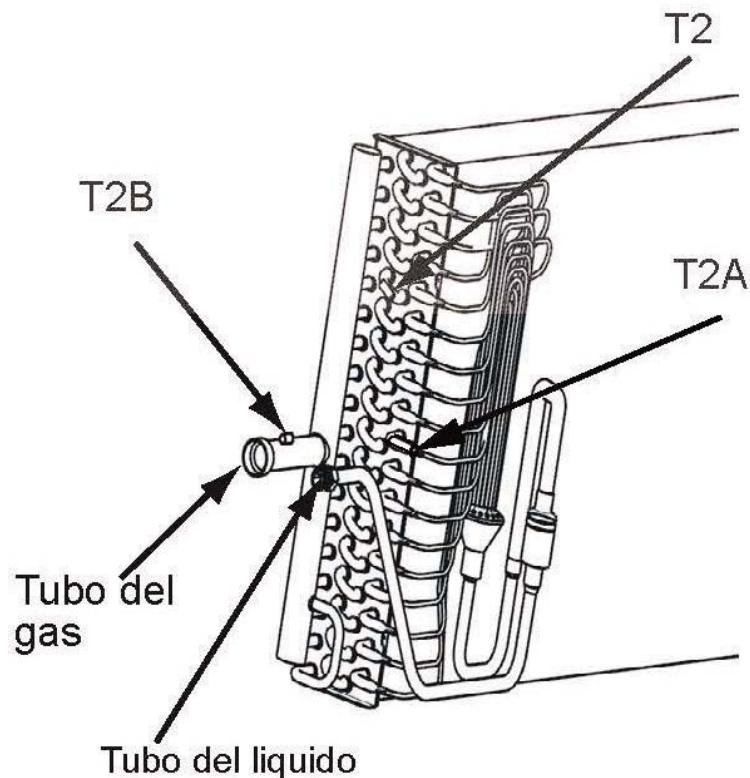

fig. 14
Posizione di montaggio dei sensori di temperatura del tubo T2A, T2 e T2B (Fig 14).
- 2) Come riportato nella tabella 2, con la presenza di più selettori ENC1 nel sistema, cambiano anche i settaggi di indirizzamento (Fig.14). Ogni singola scheda PCB del sistema richiede un indirizzo, denominato indirizzo effettivo; Quando il codice di potenza frigorifera ENC1 è settato nelle posizioni da E a 4, la relativa unità interna produrrà uno o più indirizzi virtuali corrispondenti ad valore basato sull'indirizzo effettivo settato; che un indirizzo sia effettivo o virtuale, questo indirizzo non può essere applicato su più macchine dello stesso sistema.
- 2) Display as the table 2, when there are different ENC1, the address setting will be different (Fig.14). Each independent control box needs to be set an address, this address is an actual address; when the capacity code ENC1 is selected to be E-F, this indoor unit independent control box will produce virtual address(es) with corresponding quantity based on the set actual address, and if an address has been an actual address or virtual address, then this address can not be the actual address or virtual address of other indoor unit in the same system;